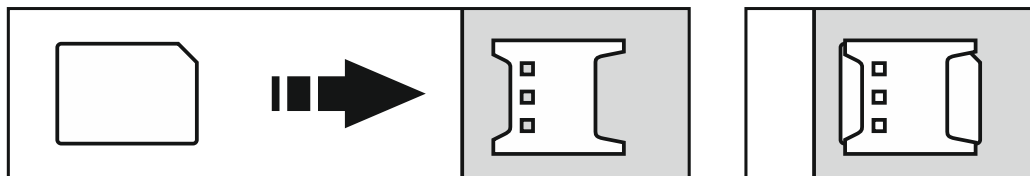

Fig. 8. La manera de montar la tarjeta nano-SIM.
2. Instala la tarjeta/las tarjetas SIM en el módulo (Fig. 8).